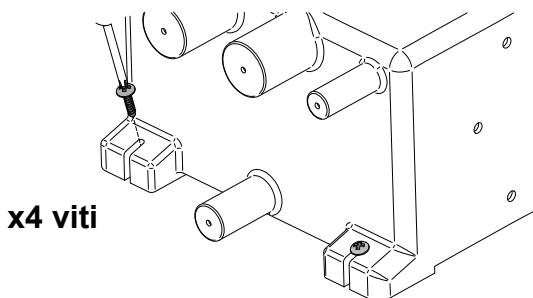
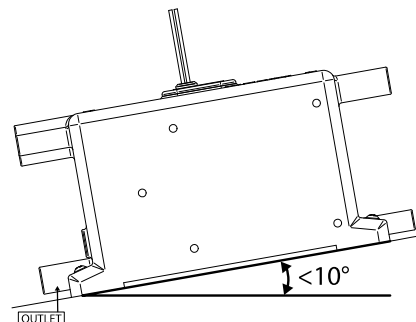

Figura 5 – Fissaggio del pozzetto di raccolta
Figura 6 – Angolo di installazione massimo possibile
Passo 2: Il pozzetto di raccolta deve essere fissato usando 4 viti appropriate attraverso i piedi di appoggio del pozzetto di raccolta, come illustrato nella figura 5. **NOTA BENE:** l'angolo del pozzetto di raccolta non deve superare i 10° (figura 6). **NOTA BENE:** non avvitare direttamente allo scafo – il montaggio **DEVE** avvenire su una paratia o su una tavola supplementare.